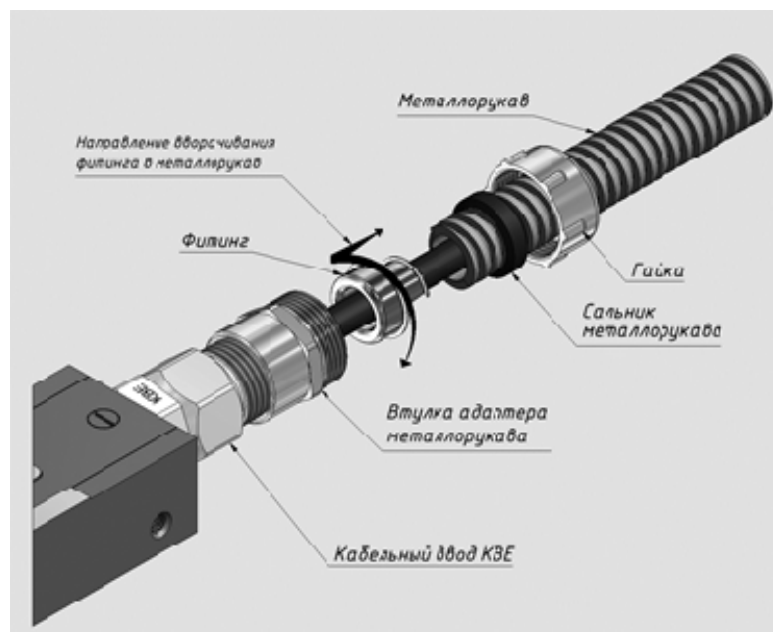

Рис.5 Сборка адаптера для металлорукава.
5.15 Изделие MAL-FL-M выпускается в комплекте с адаптером, позволяющим выполнить герметичное соединение с металлорукавом в ПВХ оболочке типа МРПИ-12 или подобных ему по конструкции. При монтаже фитинг адаптера (Рис.5) вкручивается в металлорукав. Затем фитинг с металлорукавом вставляются во втулку адаптера и выполняется крепление металлорукава с помощью накидной гайки через уплотнительный сальник.